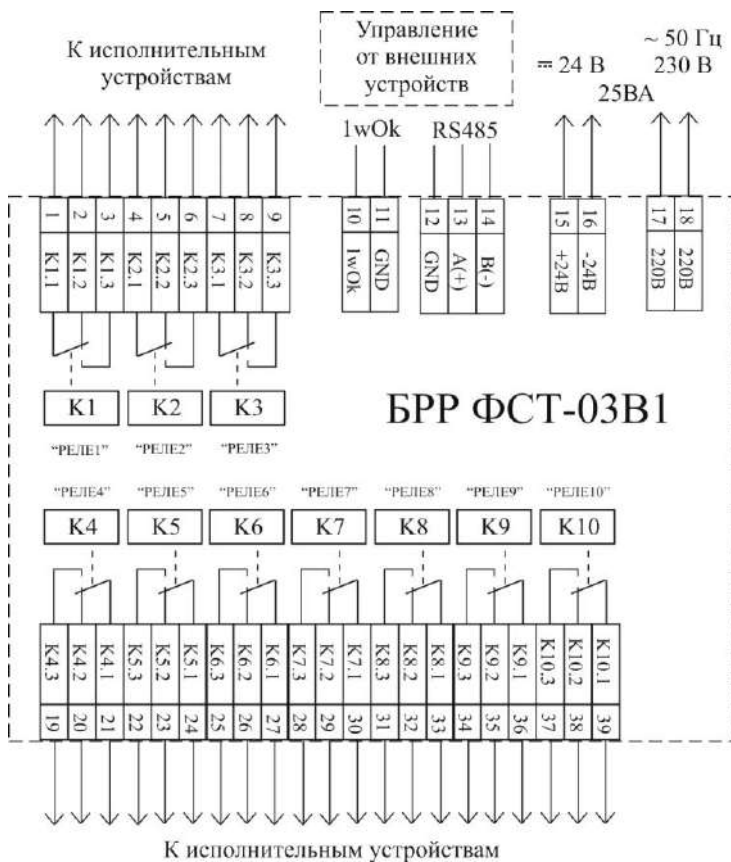

Рисунок 5.3
5.4 За клеммами подключения интерфейсов находятся штыри PLS-2, для установки джамперов типа MJ-6 с шагом 2,54мм. При установке джампера, обеспечивается подключение нагрузочного резистора к соответствующей линии А(+), В(-) или 1wOk (см. рисунок 5.3). Джамперы, как правило, устанавливаются на устройствах, подключенных к концам линий связи. Для линии 1wOk должен быть установлен джампер хотя бы на одном из устройств, соединенных по данному интерфейсу.